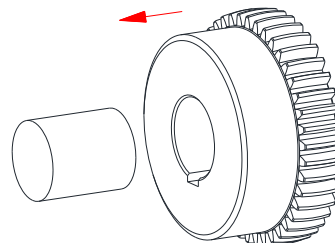

Bild 12: Montage der Nabe
- Montieren Sie die Nabe (Bauteil 2) auf die Welle der Abtriebsseite (siehe Bild 12).